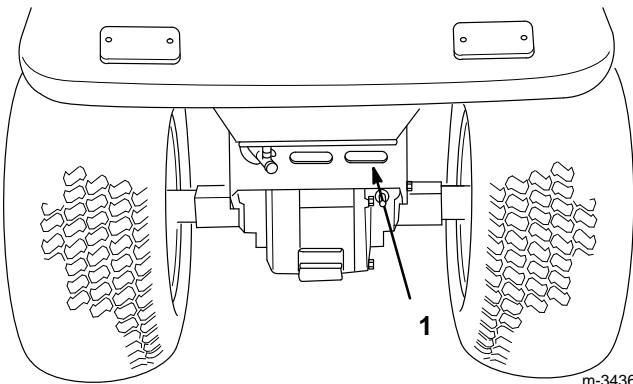

Abbildung 10
6. Die Hinterachsenabdeckung ist ein Lufteinlaßbereich zur Kühlung von Hinterachse und Kardanwelle. Fremdkörper von der Hinterachsenabdeckung entfernen, bevor der Traktor eingesetzt wird (Abb. 10).